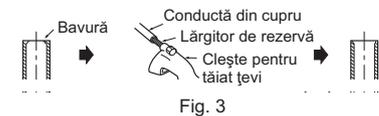

Fig. 3
- Atunci când racordați furtunul de evacuare la conducta dură din clorură de vinil, asigurați-vă că îl introduceți în siguranță în interiorul conductei. (Fig. 3)
- 4) Introduceți complet capacul de scurgere în partea dreaptă din spate a unității interioare. (Fig. 3)
- 2) Eliminați complet toate bavurile de pe secțiunea transversală tăiată a conductei. (Fig. 3)